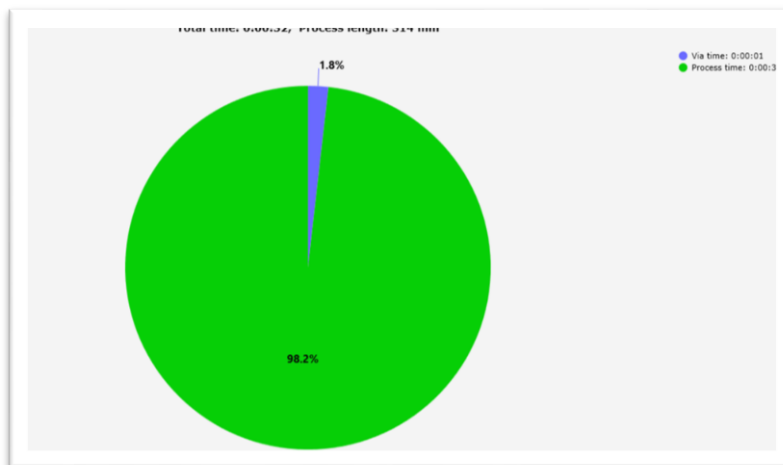

Рисунок 56 – График статистики
8. **Show statistics graph** - **показать график статистики:** показывает статистику сварочного процесса. Щелкните эту опцию, чтобы просмотреть круговую диаграмму, показывающую время перехода инструмента от одного шва к другому и времени обработки, а также информацию об общем времени и длине процесса (мм) (рис.56).